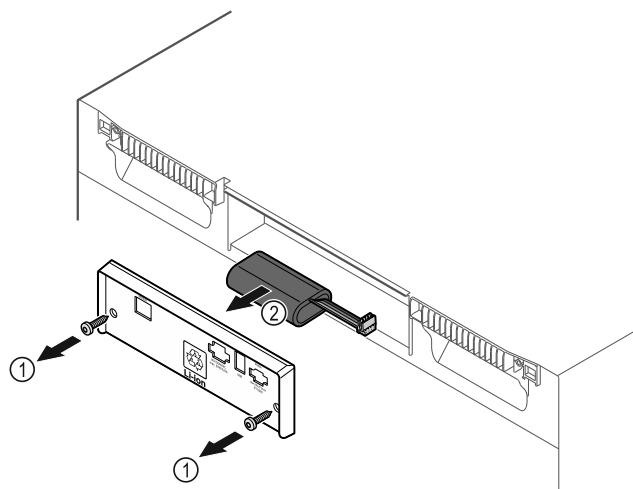

Fig. 229
- ▶ Vyšroubujte šrouby a odstraňte kryt na zadní straně spotřebiče Fig. 229 (1).
- ▶ Odpojte a vyjměte baterii Fig. 229 (2).